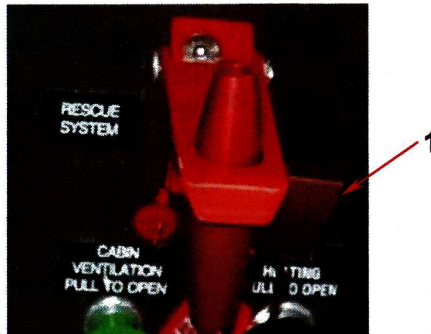

Fig. 4.5.1-1 Protection de la poignée du parachute de secours
| 15 Poignée du parachute de secours: | enlever le cadenas (1) (fig. 4.5.1-1). |